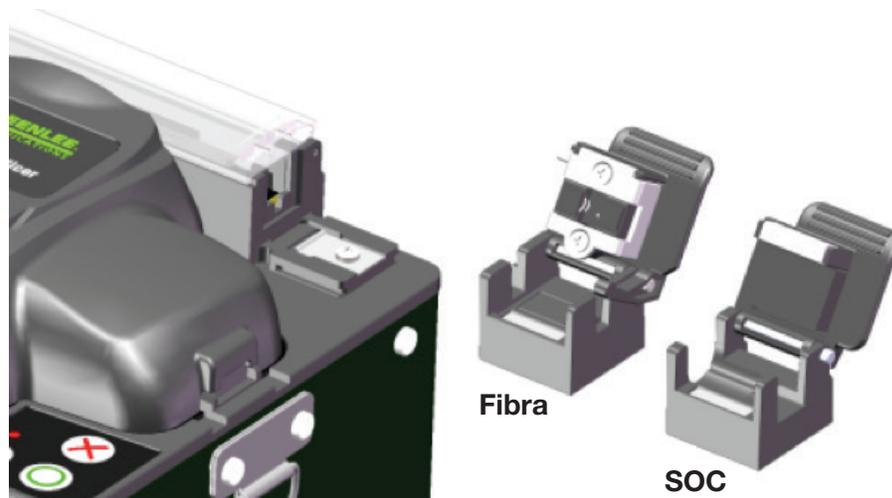

Figura 7
8. El adaptador de calefactor es un componente desmontable (Figura 7). Cambie la cubierta derecha al adaptador de calefactor de SOC.